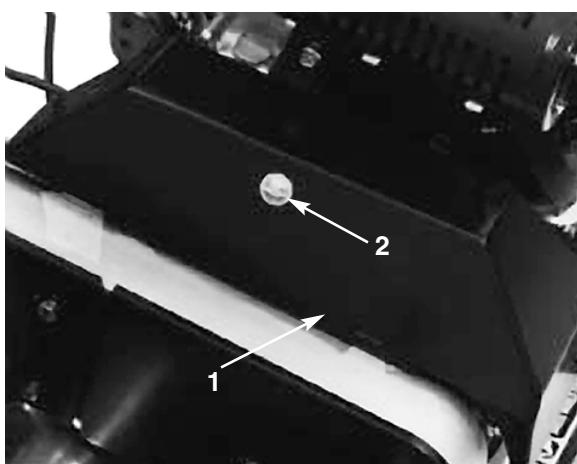

Fig. 32
### Cinghie trapezoidali primarie (Fig. 32–33)
2. Allentare l'ancoraggio che fissa il coperchio della cinghia trapezoidale, e girare il coperchio per aprirlo (Fig. 32).